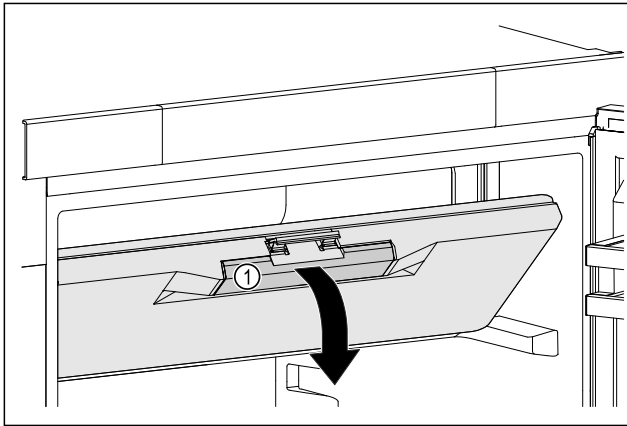

Fig. 23
- ▶ Saisir la porte du congélateur par la poignée encastrée Fig. 23 (1).